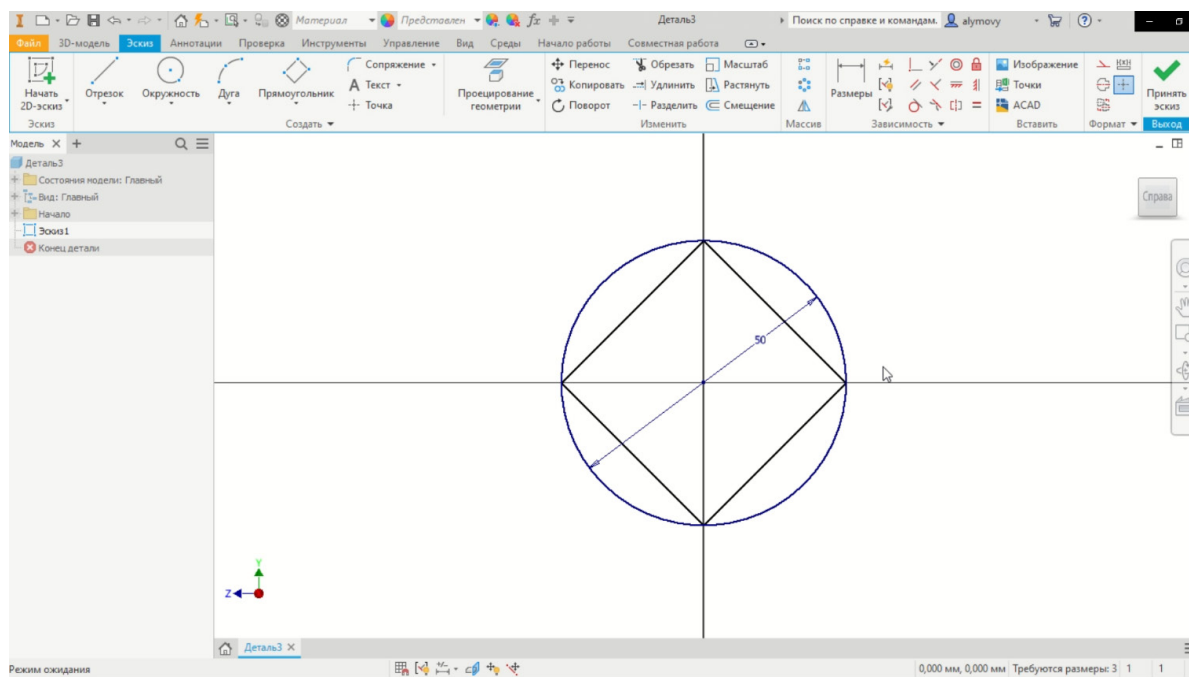

Рис. 12
1. По заданным размерам выполняем построение эскиза для внешней призматической поверхности в программе Autodesk Inventor (рис. 12).